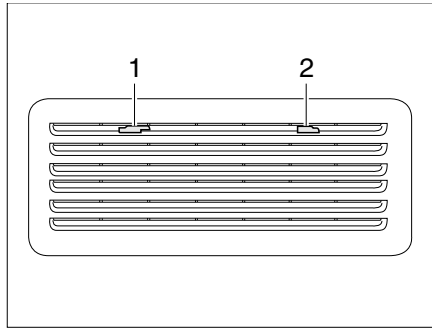

Fig. 336 Grille d'aération du réfrigérateur (Thetford)
- Pousser le dispositif de blocage (Fig. 336,1) vers le milieu.